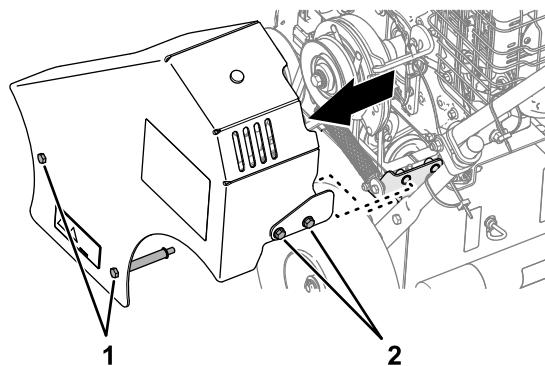

Bild 24
1. Lösen Sie die 2 Kopfschrauben und die 2 Bundkopfschrauben, mit welchen der Riemenschutz an der Maschine befestigt ist (Bild 24).
2. Entfernen Sie den Riemenschutz von der Maschine (Bild 24).